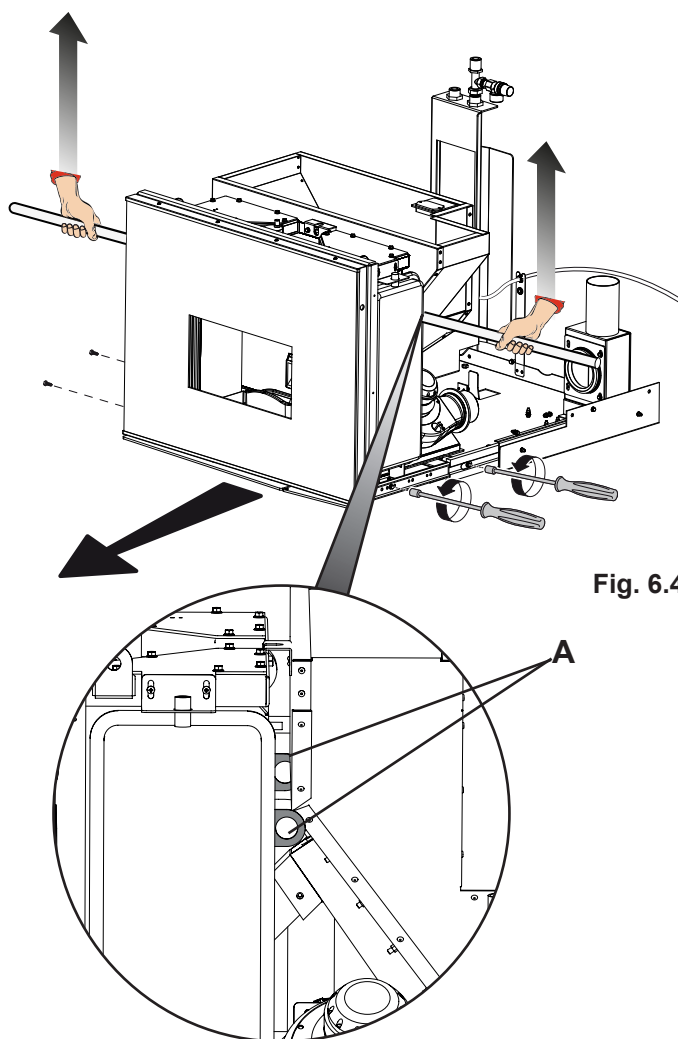

Fig. 6.4
- sostenere la stufa aiutandosi con una barra metallica (1/2" lunghezza 2 metri) da inserire negli appositi passanti posti dietro la caldaia (A - fig.6.4)
- svitare le quattro viti (due per lato) che bloccano la stufa sulle guide scorrevoli (fig.6.4)